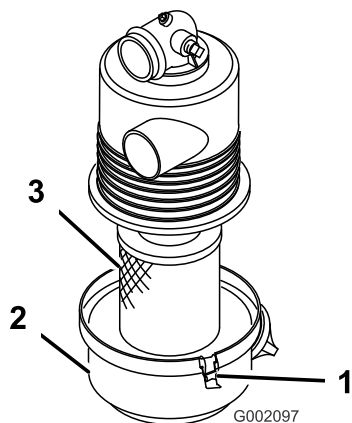

Figure 16
1. Vérifiez si le boîtier du filtre à air présente des dommages susceptibles d'occasionner des fuites d'air. Le couvercle doit être parfaitement ajusté sur le boîtier du filtre à air (Figure 16).
2. Desserrez les verrous qui fixent le couvercle sur le boîtier du filtre à air (Figure 16).
3. Séparez le couvercle du boîtier du filtre à air et nettoyez l'intérieur du couvercle (Figure 16).
3. Insérez l'élément filtrant dans le boîtier du filtre à air (Figure 16).
4. Alignez le couvercle du filtre à air sur le boîtier du filtre à air (Figure 16).
5. Fixez le couvercle au boîtier avec les verrous (Figure 16).